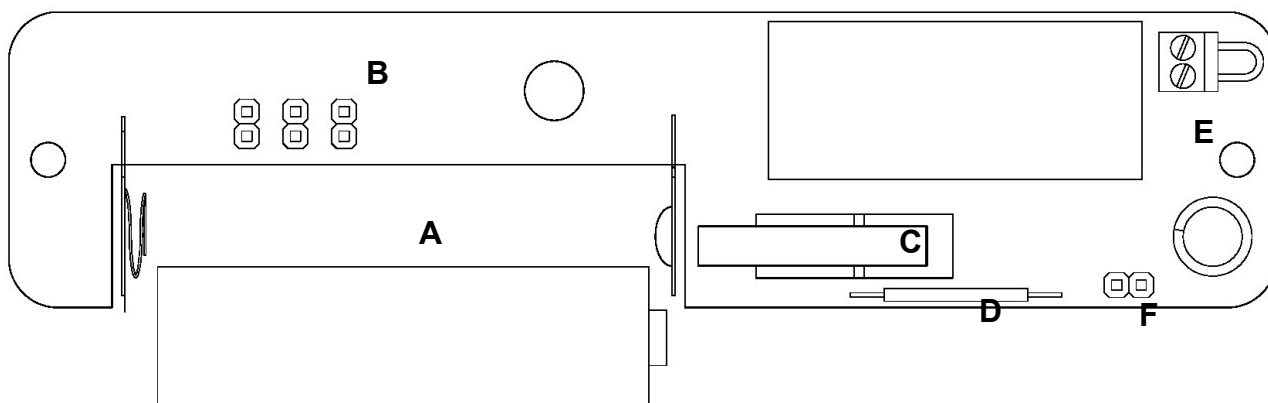

FIG. 1
- Se non si utilizza il morsetto (E di fig. 1) per contatti NC esterni, lasciarlo chiuso tramite opportuno ponticello (come viene fornito).
Sulla morsettiera **E** (fig.1) dedicata al contatto esterno è possibile collegare un contatto N.C. tramite un cavo schermato con lunghezza non superiore a tre metri (previa eliminazione del ponticello di corto circuito col quale esce di fabbrica).